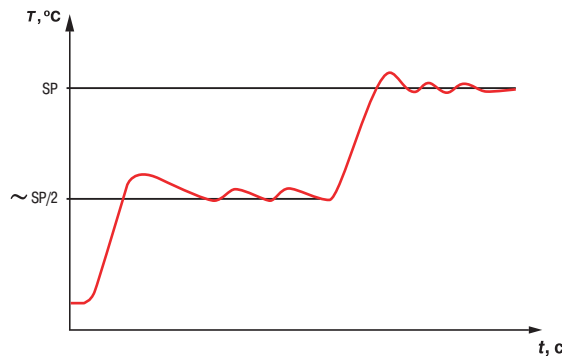

Рис. 27
7.1.2.2. При автонастройке прибор работает как двухпозиционный регулятор. Система осуществляет колебания, вид которых приведен на **рис. 27**.